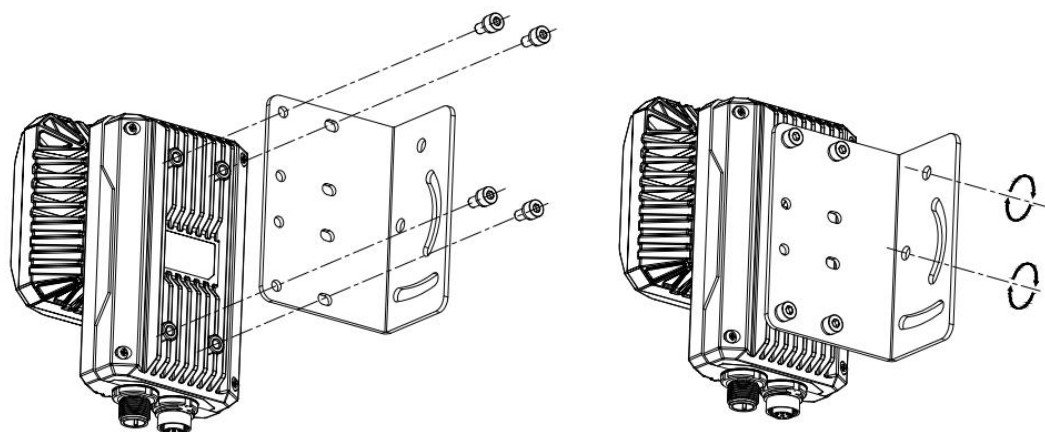
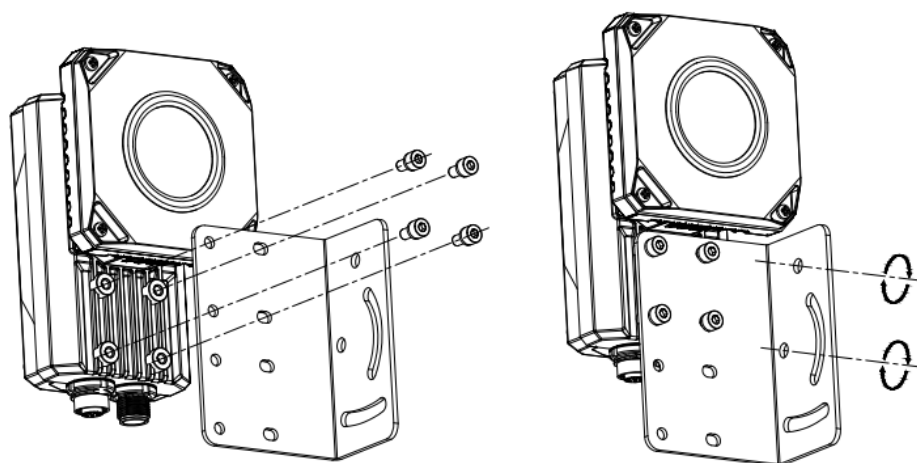

图2-1 背面安装
图2-2 正面安装
1. 将设备使用 M4 螺丝安装到固定支架上，再通过固定支架安装到其他机构件上，共有两种安装方式，如图 2-1 和图 2-2 所示。您可根据实际情况选择安装方式。